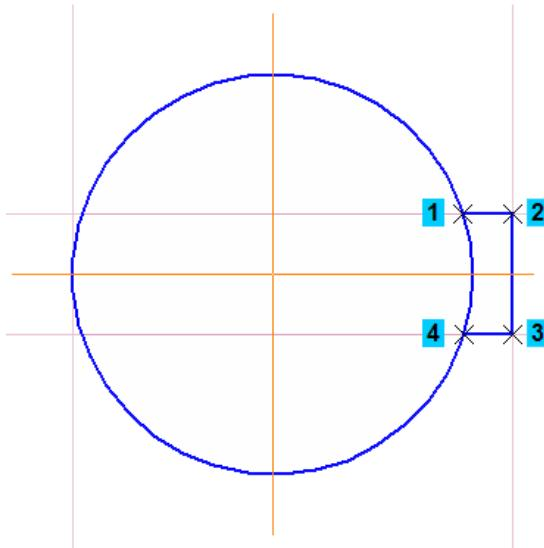

Рисунок 16.
- Нажмите кнопку Непрерывный ввод объектов на панели Геометрия и постройте ломаную линию 1–2–3–4 (рис. 16).